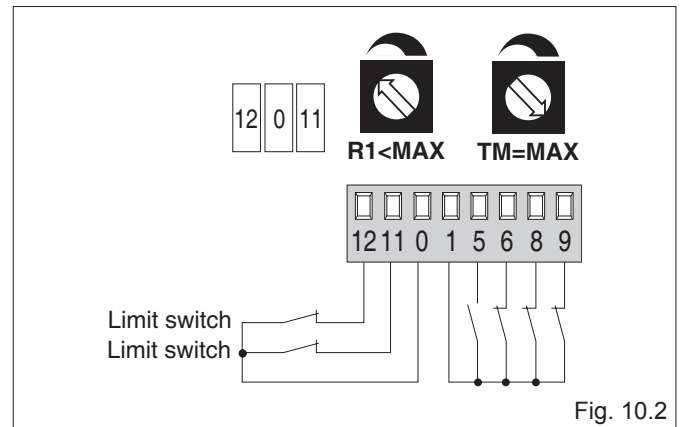

Fig. 10.2
- (Fig. 10.2) Le vantail s'arrête sur les fins de course et inverse le mouvement sur les obstacles.